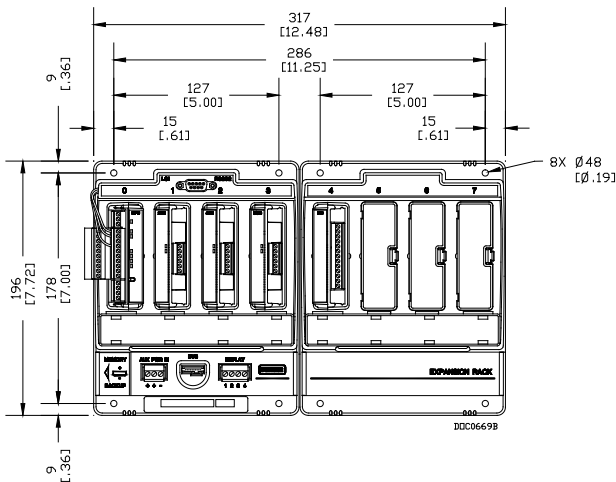

图4. FB107 和扩展机架尺寸
- **主机组和扩展机架。**将主机组放置在机柜装配板上，使用 FB107 作为模板定位板上的安装孔。主机组和扩展支架的尺寸请参见图4。使用 8-32 UNC 螺丝锥在板上安装孔的位置进行钻孔攻丝。将主机组放置在钻攻好的位置上，然后使用随附的四个 8-32 UNC x 1.00 英寸长螺丝将其固定到装配板上。不要完全拧紧。将扩展机架插入到主机组中，保持好位置，然后标记出机架安装孔的位置。小心拆下扩展机架，然后使用 8-32 UNC 螺丝锥在板上安装孔的位置进行钻孔攻丝。将扩展机架插入到主机组中，然后使用随附的 8-32 UNC x 1.00 英寸长螺丝将其固定到装配板上。以大约 1.1 至 1.4 牛米的转矩拧入八个固定螺丝。